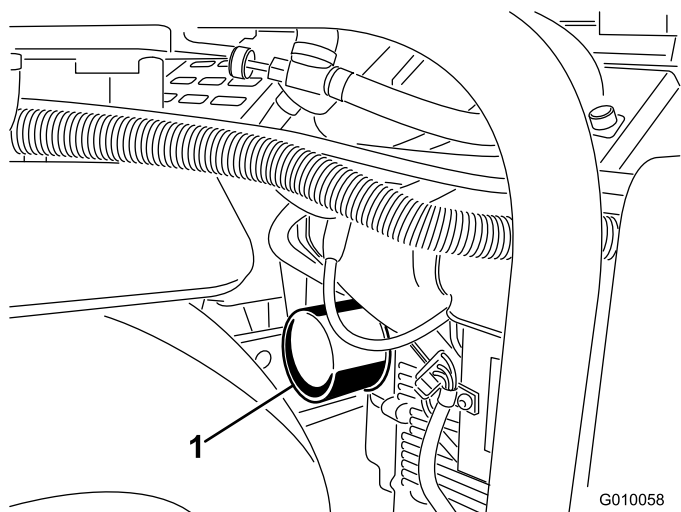
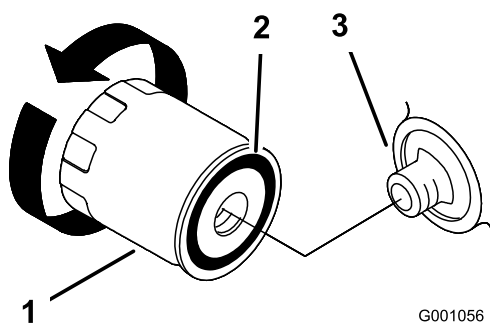

Figura 48
Figura 49
- Coloque um recipiente pouco profundo ou um pano debaixo do filtro para apanhar o óleo (Figura 48).
- Remova o filtro de óleo antigo (Figura 48 e Figura 49) e limpe a superfície da junta do adaptador do filtro.